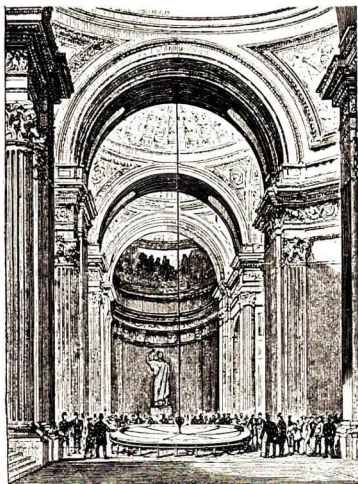

Abb. 35. Foucaults Versuch (1850)
3. Man läßt von der Höhe des Pantheons in Paris (Abb. 35) aus 67 m Höhe einen Nagel fallen; hat dieser nach 3 Sekunden den Boden schon erreicht? Nach 4 Sekunden?